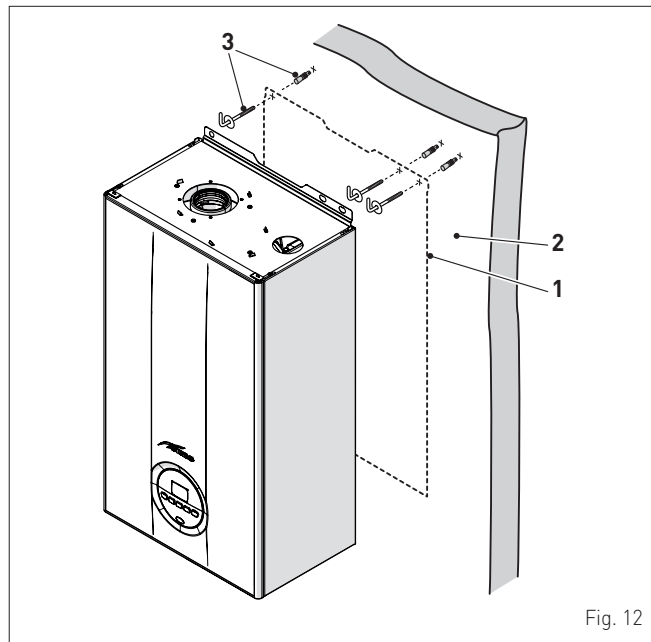

Fig. 12
- Ter em consideração os espaços necessários para aceder aos dispositivos de segurança/regulação e para efetuar as operações de manutenção (ver Fig. 12).